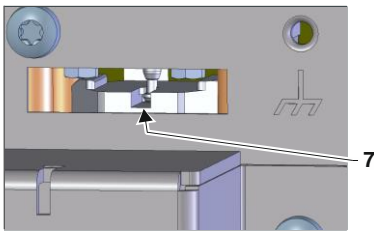

Fig. 5 : Contrôle visuel de l'orientation de la rainure
- Orienter la rainure du raccord afin de pouvoir sortir la bielle → Fig. 5.
- Enlevez la vis de blocage (marquage 5) pour la fixation de la douille de guidage en bas du module de commutation (20) resp. de mémoire (21).
- Orienter la rainure du raccord afin de pouvoir introduire la bielle (marquage 7 → Fig. 5).
- Veiller à la réalisation d'un montage correct et procéder à un contrôle visuel afin de savoir si la bielle est bien introduite dans le raccord → Fig. 5.
- Introduire latéralement l'accumulateur alternatif (19).
- Monter l'accumulateur alternatif (19) avec les 2 raccords de tuyauterie (marquage 8) et les 2 vis (marquage 2) sur la plaque de base.